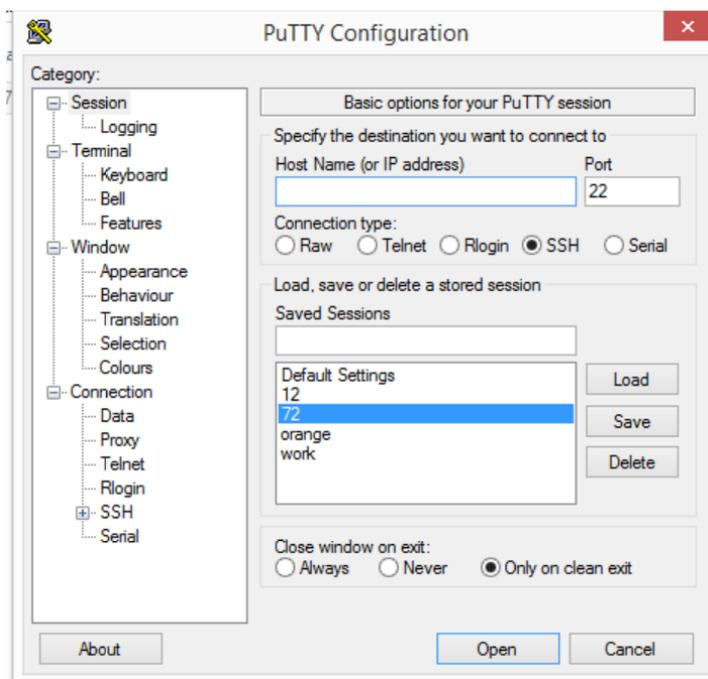

Рис.7 Стартовое окно программы putty.
6.3 Запустить программу putty.exe. Появится окно, представленное на рис.7:
6.4 В поле Host Name (or IP address) окна рис.7 установить значение IP адреса устройства сопряжения (в нашем примере 192.168.1.185).
6.5 Нажать на компьютере клавишу «Enter». Окно рис.7 закроется, появится сообщение: